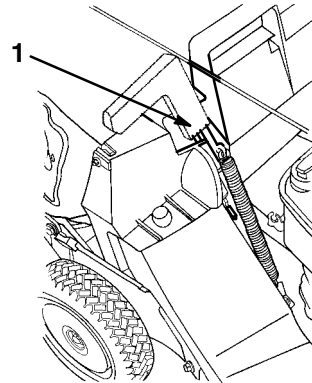

Bild 13
5. Ziehen Sie den Griff der Auswurfkanalklappe nach vorne, bis der Stift aus dem Riegel heraus ist. Bewegen Sie anschließend den Griff rückwärts, bis der Stift in die Korbaussparung einrastet (Bild 13).